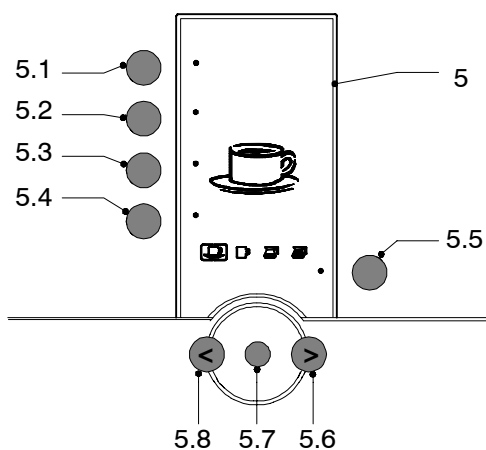
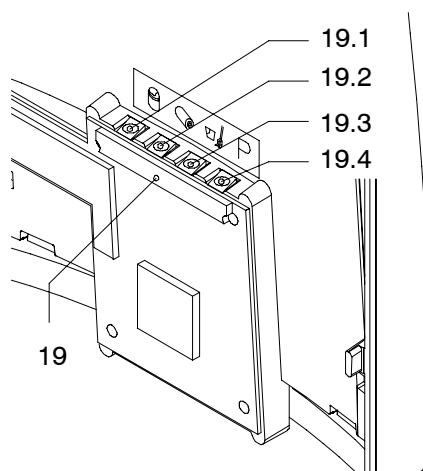

Fig. 2 Tableau de commande frontal
Fig. 3 Tableau de commande spécifique
- Appuyez sur le bouton de sélection (5.1, fig.2) 'café normal'.
- Appuyez sur le bouton de sélection (5.5, fig.2) 'eau chaude'.
La machine est fournie avec deux tableaux de commande, l'un sur le devant de la machine (fig.2) et l'autre à l'intérieur (fig.3). Pendant l'utilisation normale de la machine par le consommateur, seul le tableau de commande frontal est utilisé. Le tableau de commande interne est utilisé pour la programmation et les opérations spécifiques.
- L'écran de visualisation (5.) montre, pendant l'utilisation normale lors de la programmation, du rinçage ou du détartrage de la machine et en cas de panne, divers symboles, valeurs et messages. Ces symboles vous sont expliqués dans ce guide. La fig.2 montre l'affichage normal quand la machine est dans le mode de production (position de fonctionnement).